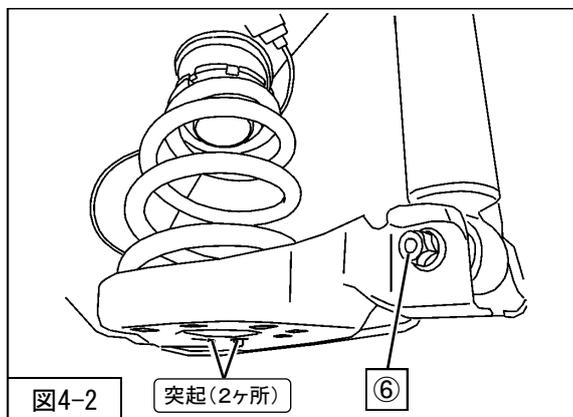

図4-2
2. ロアマウンティングラバー（純正部品）の突起（2ヶ所）がビームの位置決め穴から出ていることを確認して、ラバーシート（同梱品）ライドハイトアジャスターASSY（同梱品）リアスプリング（同梱品）を車両に取付けてください。（図4-2）
3. アクスルビームをジャッキで下から支えながら、リアショックアブソーバASSY（同梱品）⑥リアショックアブソーバASSYロア取付ボルト（締付トルク：103N・m）を車両に取付けてください。（図4-2）